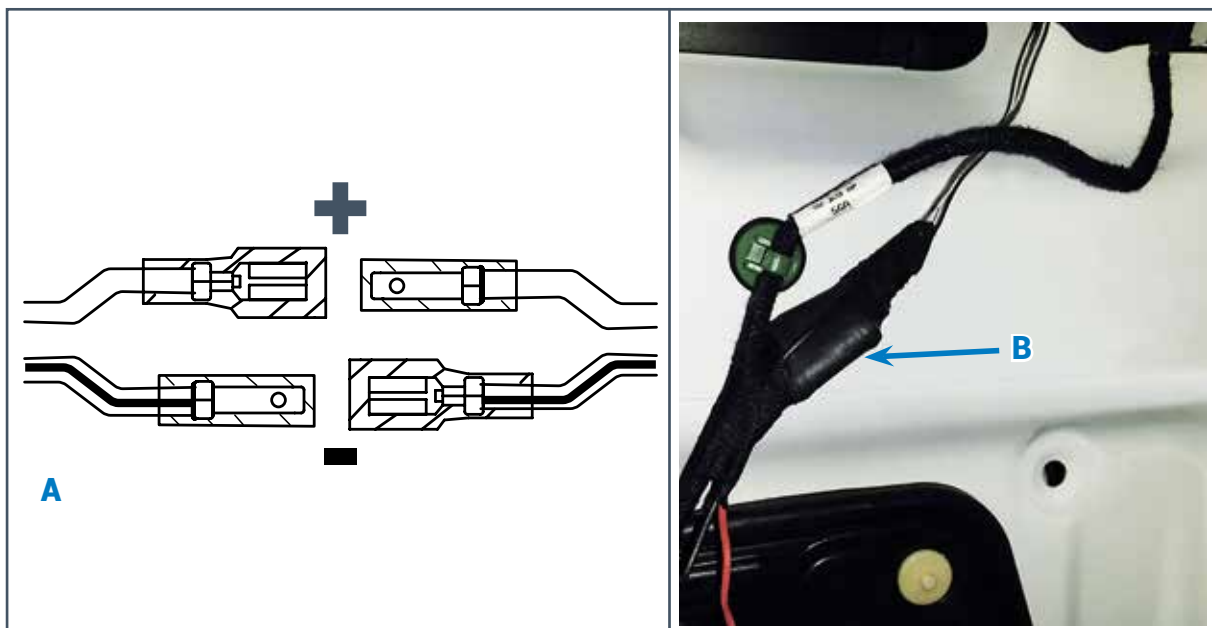

Fig. 32
11.3.3 Rispettare la polarità dei cavi (Fig. 32 punto A).
11.3.4 Posizionare il crossover come in foto (Fig. 32 punto B).